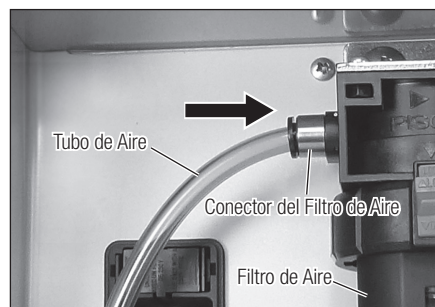

Fig. 1
- 1) Inserte el Tubo de Aire firmemente en el Conector del Filtro de Aire en la parte trasera del aparato (Fig. 1).